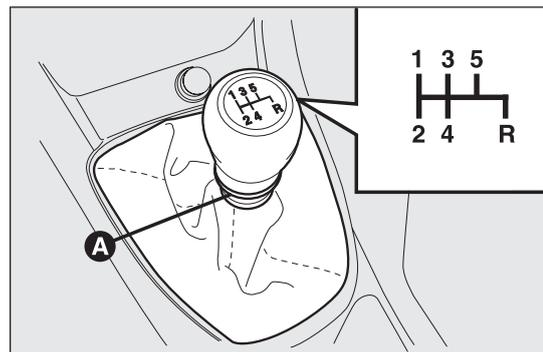
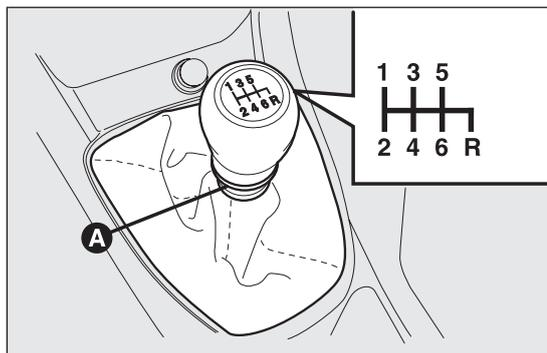
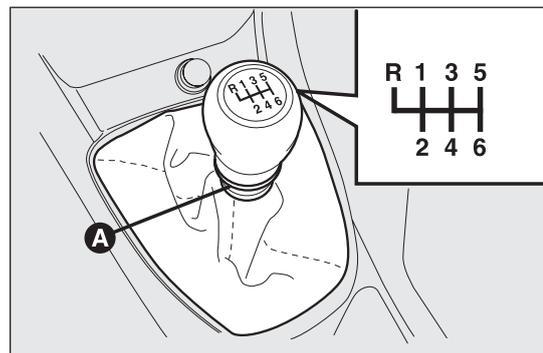

fig. 138
fig. 137
fig. 139
Para engranar las marchas, pisar a fondo el pedal del embrague y colocar la palanca de cambios en la posición deseada (el esquema para engranar las marchas se encuentra en la empuñadura de la palanca fig. 137, fig. 138 y fig. 139).
Para engranar la marcha atrás R desde la posición de punto muerto es necesario levantar la abrazadera deslizante A fig. 137, A fig. 138 o A fig. 139 y al mismo tiempo:
- mover la palanca hacia la izquierda y a continuación hacia delante (versiones 1.4 T-JET, 1.4 MultiAir, 2.0 Multijet) fig. 139.